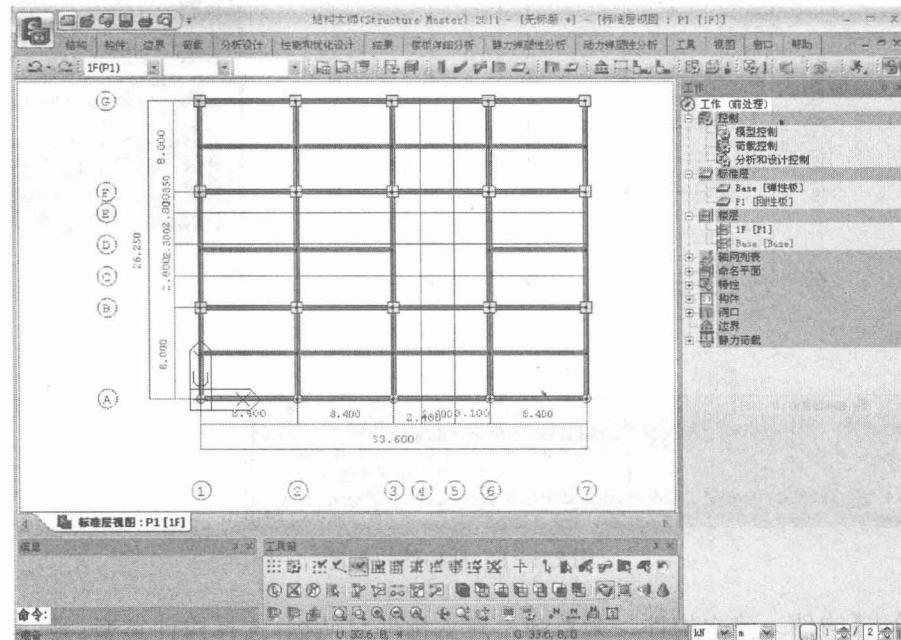

图 2.1-11 次梁构件的布置
3. 单击【构件】>【建立构件】>【次梁】，弹出建立构件对话框，选择构件类型：次梁，截面：4 : 350×700，端部铰：两端刚接，次梁根数：1，布置方式：构件。如图 2.1-11 所示。